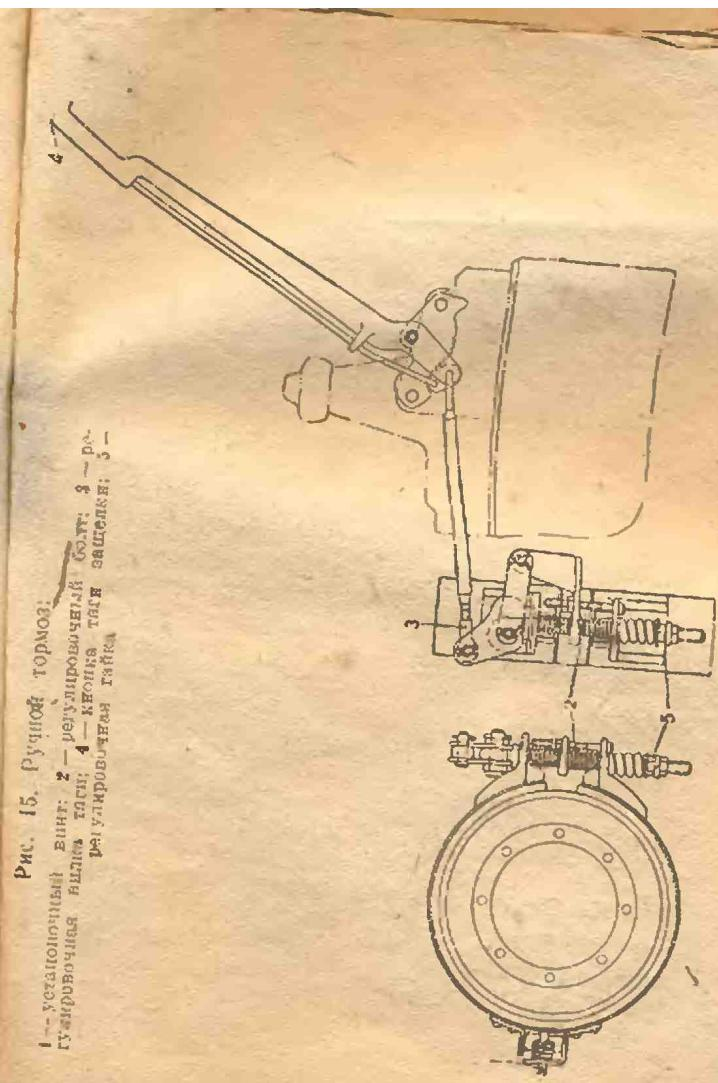

Рис. 15. Ручной тормоз:
2. Заверни установочный винт 1 (рис. 15) опоры центрального тормоза таким образом, чтобы между тормозной лентой и барабаном (у опоры) зазор был равен 0,25 мм.